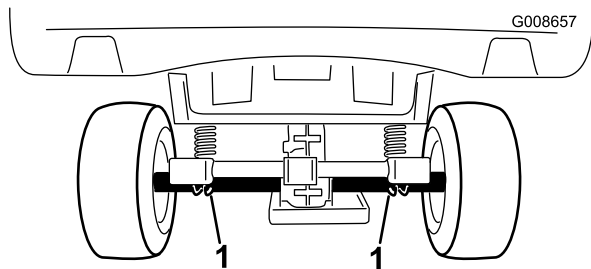

Figura 26
- El punto de elevación de la parte trasera de la máquina está debajo de los tubos del eje (Figura 26).